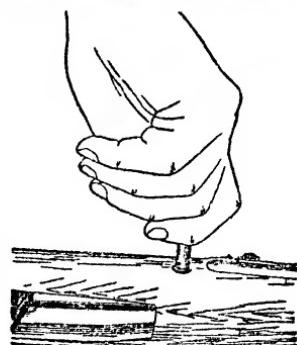

Рис. 66. Вывинчивание болта нагеля
**5. Отделить ложу от ствола:** положить винтовку головкой болта нагеля вверх, при помощи ключа вывинтить болт нагеля (рис. 66) и при-